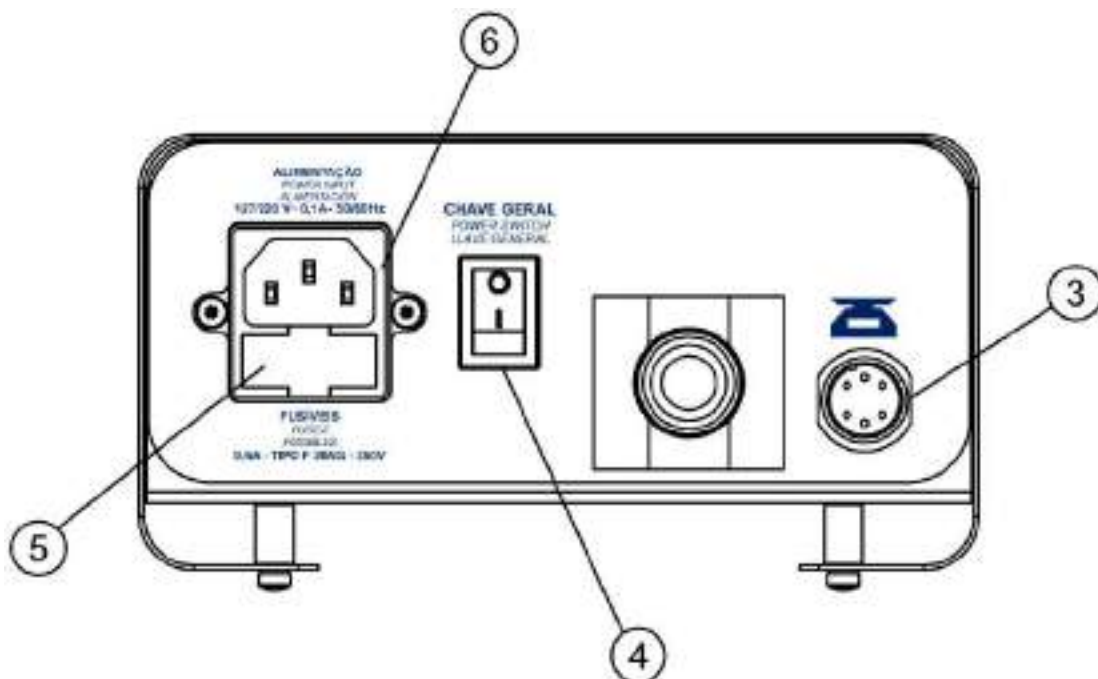

Figura 108 – Módulo da Balança LC5
3. Conectar o cabo da balança na entrada (3) do módulo, na parte traseira da balança, conforme figura 108.
4. Conectar o cabo de alimentação AC. da balança (fornecido com o equipamento) no plugue de entrada de alimentação (6) localizada na parte traseira do módulo.
6. Ligar a chave (4), localizada na parte traseira da balança.